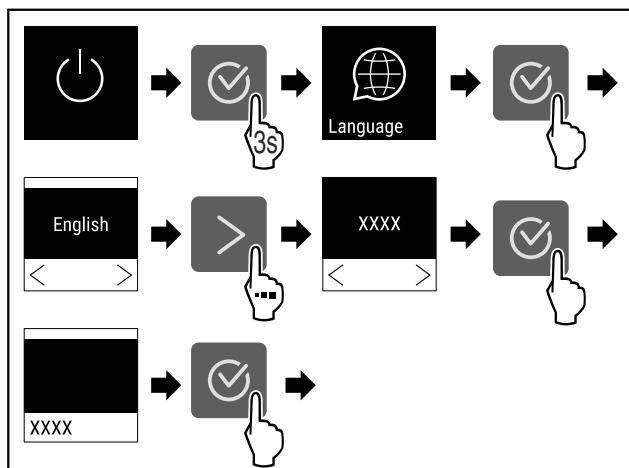

Fig. 54
► Выполните шаги действия (см. Fig. 54).